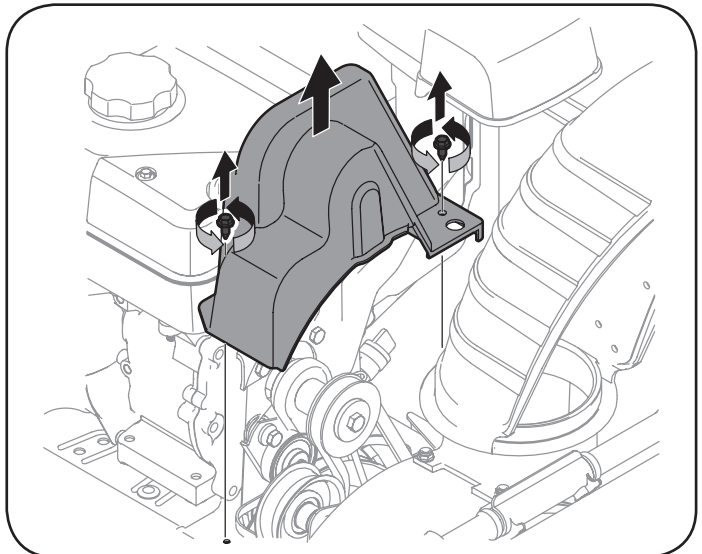

Figura 27
2. Saque la cubierta plástica de la correa ubicada en el frente del motor. Para ello saque los dos tornillos autorroscantes. Vea la Figura 27.